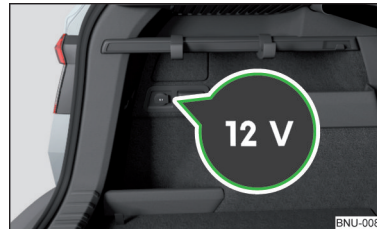

Abb. 128 Abdeckung der 12-Volt-Steckdose
- Zum **Gebrauch** die Abdeckung der Steckdose öffnen » Abb. 128 und den Stecker des elektrischen Verbrauchers in die Steckdose stecken.